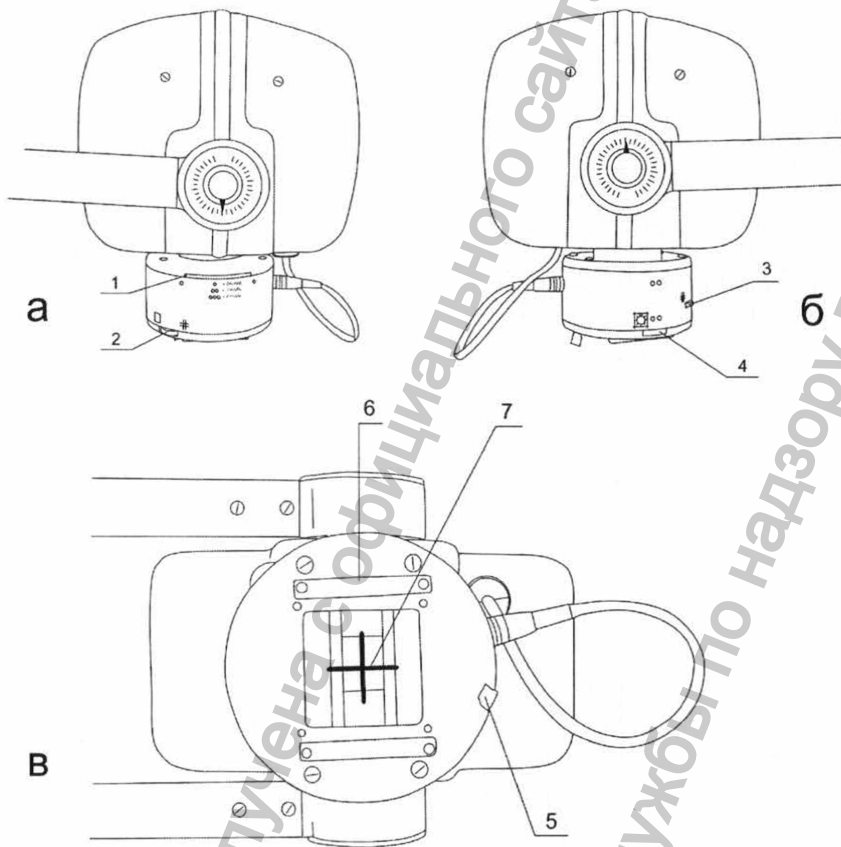
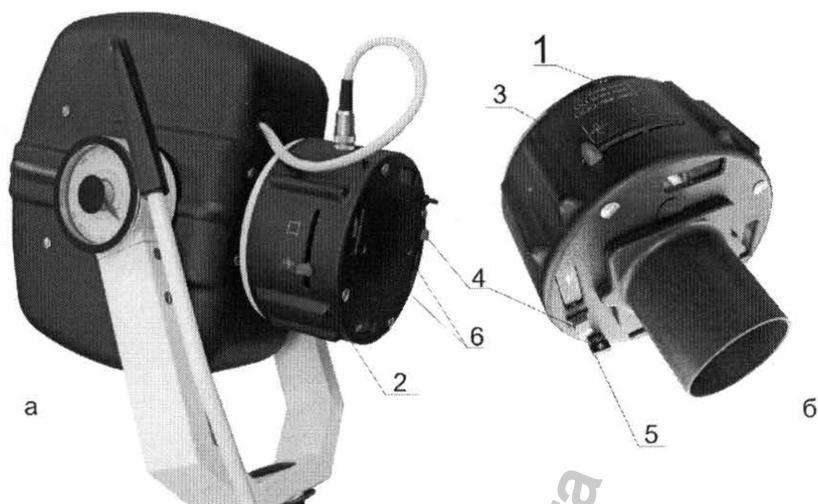

Рис. 11. Органы управления выходной диафрагмой САФЕ.1001.19.00.000 ТУ:
Рис. 12. Органы управления выходной диафрагмой САФЕ.1001.60.00.000 ТУ:
- ▶ Сориентируйте излучатель с выходной диафрагмой относительно пациента и кассеты; установите нужное фокусное расстояние при помощи встроенной в корпус выходной диафрагмы рулетки 5 (см. Рис. 11, Рис. 12). Включите устройство светового указателя поля при помощи кнопки 4, настройте необходимый световой размер поля снимка, вращая диски (рычаги) приводов шторок выходной диафрагмы 2 и 3, световое излучение выключится автоматически.
- пластину основания дентального тубуса САФЕ.1001.50.00.000 ввести и зафиксировать в пазах 6 корпуса выходной диафрагмы САФЕ.1001.19.00.000 ТУ (см. Рис. 11),
- направляющие на пластине основания дентального тубуса САФЕ.1001.55.00.000 совместить с пазами на корпусе выходной диафрагмы САФЕ.1001.19.00.000 ТУ (см. Рис. 12 б) – фиксация обеспечивается силой постоянных магнитов,